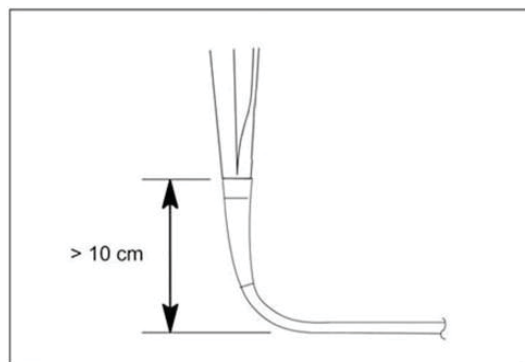

Fig 4.3
- Le tube d'insertion ne doit pas être plié à une distance inférieure ou égale à 10 cm de la jonction de la gaine de protection. Le tube d'insertion pourrait être endommagé (Fig. 4.3).